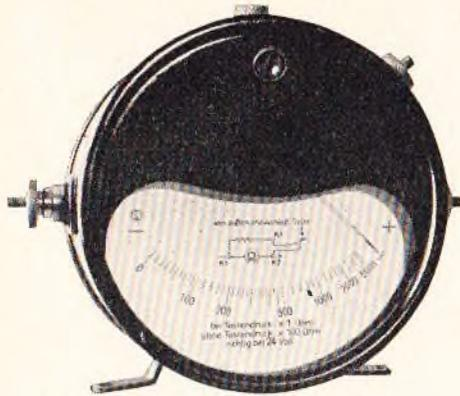

Bild 79. Widerstandsmesser 0,5 M.
B. 4. Der Widerstandsmesser 0,5 M (Bild 79).